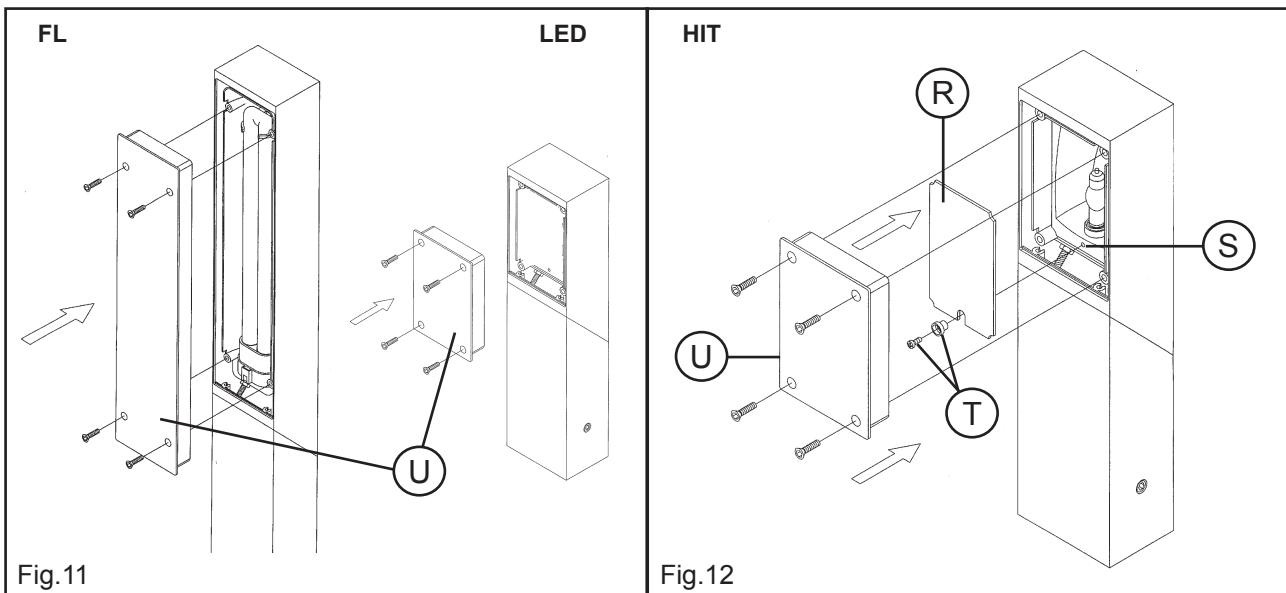

Fig.11
- I** Fig.11 Montare il diffusore (U) fissandolo a corpo con le 4 viti e rondelle incluse.
- GB** Fig.11 Assemble the diffuser (U) by fixing it to the body with the 4 screws including the washers.
- D** Abb.11 den Lichtschirm (U) montieren, indem er mit den 4 beiliegenden Schrauben und Scheiben befestigt wird.
- E** Fig.11 Montar el difusor (U) fijándolo al cuerpo con los 4 tornillos y tacos incluídos.
- P** Fig.11 Montar o difusor (U) fixando o corpo com os 4 parafusos e arruelas incluídas.
- RUS** Рис.11 Монтировать диффузор (U), прикрепляя его к корпусу посредством 4 предоставленных винтов и шайб.